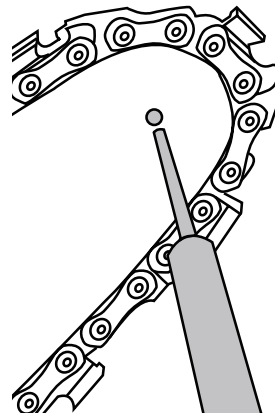

Fig. 14
2. Con una pistola de lubricación, inserte la punta de la pistola en el orificio de lubricación e inyecte grasa hasta que aparezca en el borde externo de la punta del piñón (Fig. 14).